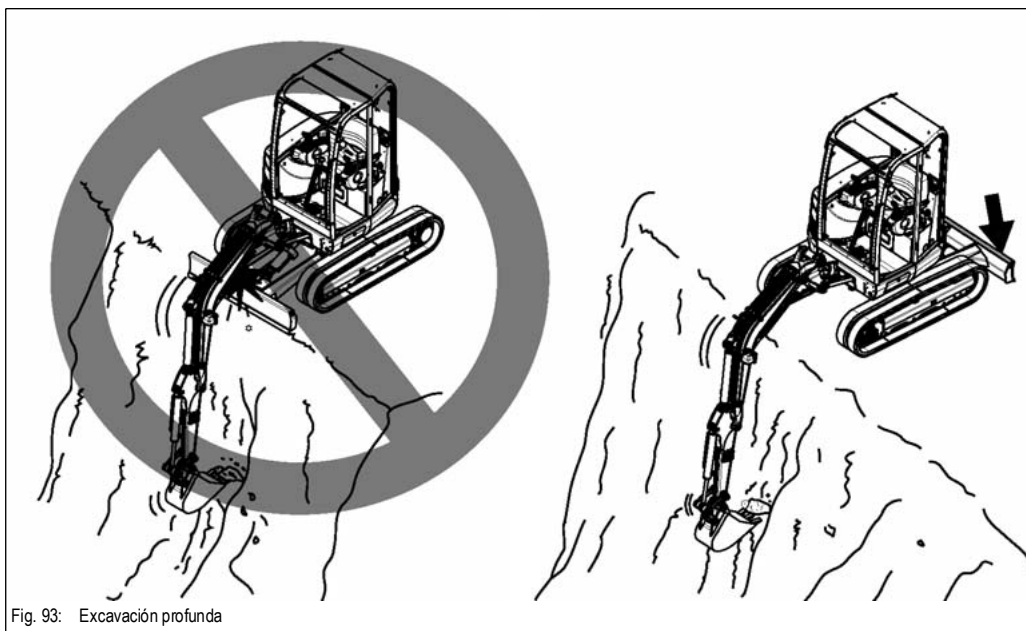

Fig. 93: Excavación profunda
- ☞ En caso de excavación profunda con la pala niveladora **B** delante procurar que la biela **A** no se coloque sobre la pala niveladora **B** Fig.. 93.